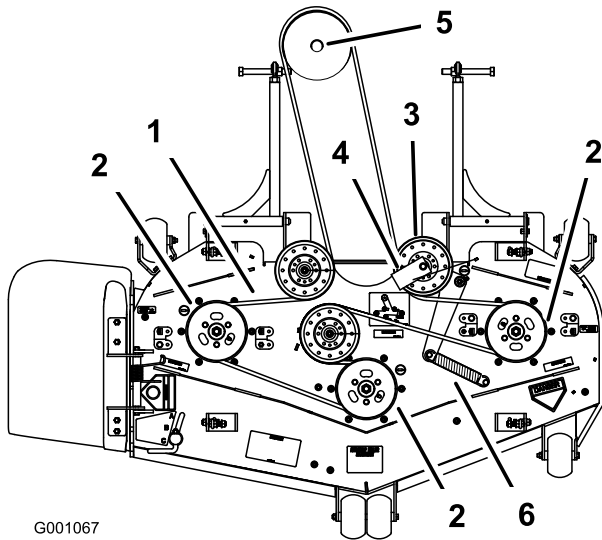

Figura 56
6. Pase la correa nueva alrededor de las poleas del cortacésped y de la polea de la caja de engranajes, debajo del motor (Figura 56).
7. Instale el muelle en el brazo tensor (Figura 56).
8. Instale la guía de la correa en la polea tensora tensada con muelle con un ángulo de 45 grados, como muestra Figura 56.